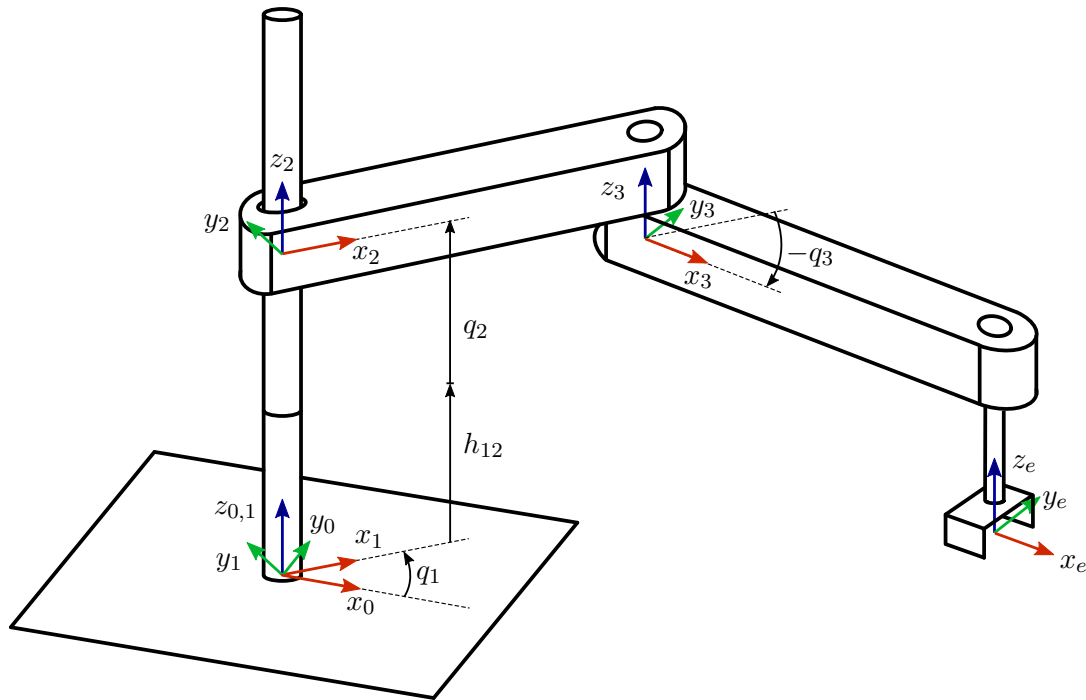

Abbildung 3.3.: SCARA Roboter RPR.
**Aufgabe 3.2 (Starrkörperkinematik).** In diesem Beispiel wird die Kinematik eines sogenannten SCARA Roboters berechnet. Die Bauform in Abbildung 3.3 besteht aus einem rotatorischen (um  $z_1$  drehend), einem prismatischen (verschiebend entlang  $z_2$ ) und einem weiteren rotatorischen Gelenk (um  $z_3$ ). Man spricht daher von einem RPR Roboter.